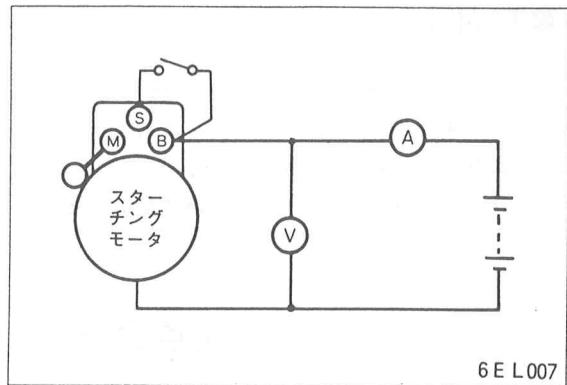

図9 無負荷テスト
- スターチング モータとバッテリ及び電流計、電圧計を図9のように接続する。